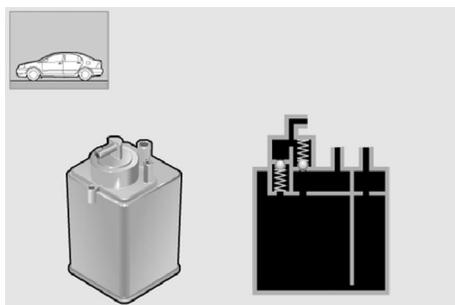

图 1-18 检查活性炭罐
⑥检查活性炭罐（如图 1-18 所示）
(4) 启动发动机和发动机暖机期间的检查事项